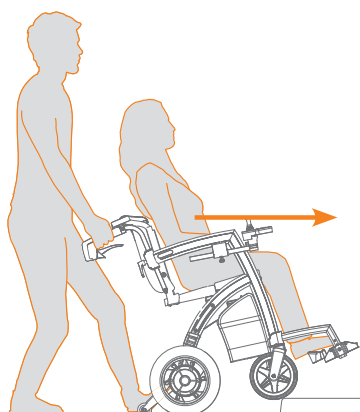

Figure 59: Monter un trottoir.
- Lorsque les roues avant sont sur le trottoir, continuez à pousser le fauteuil roulant en avant, de sorte que les roues arrière montent également sur le trottoir (**Figure 59**).